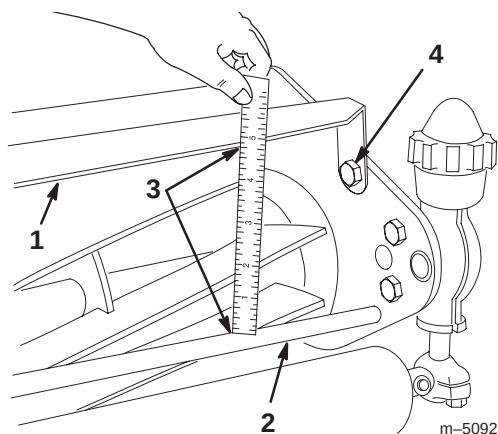

Bild 5
1. Stellen Sie das Mähwerk in normale Schneidstellung und messen Sie an jeder Seite des Mähwerks den Abstand zwischen dem oberen Ende der vorderen Querstrebe und dem Schutzblech (Bild 5).
2. Für normale Schneiden sollte der Abstand zwischen dem Schutzblech und der Querstrebe 12,1 cm betragen. Lösen Sie die Schrauben und Muttern, mit denen das Schutzblech an jeder Seitenplatte befestigt ist. Stellen Sie das Schutzblech auf die richtige Höhe ein und ziehen Sie die Befestigungen fest (Bild 5).